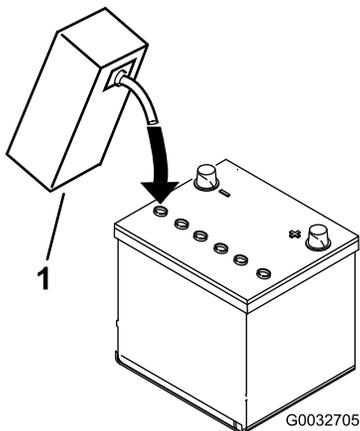

Figure 8
3. Versez de l'électrolyte avec précaution dans chaque élément jusqu'à ce les plaques soient recouvertes par environ 6 mm (¼ po) de liquide (Figure 8).
4. Attendez environ 20 à 30 minutes que les plaques aient le temps de s'imprégner d'électrolyte. Faites l'appoint au besoin pour faire monter le niveau de liquide à environ 6 mm (¼ po) en dessous du creux de remplissage (Figure 8).